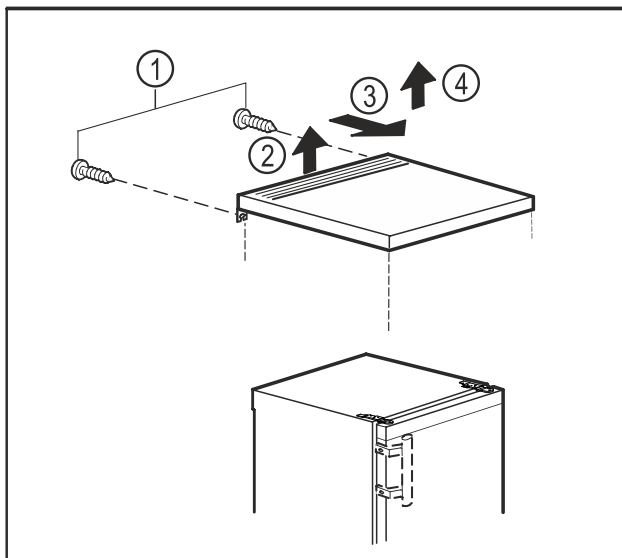

Fig. 9
- Retirer les vis à l'arrière. Fig. 9 (1)
- Soulever le plateau de la table à l'arrière. Fig. 9 (2)
- Pousser le plateau de la table vers l'avant. Fig. 9 (3)
- Retirer le plateau de table par le haut. Fig. 9 (4)